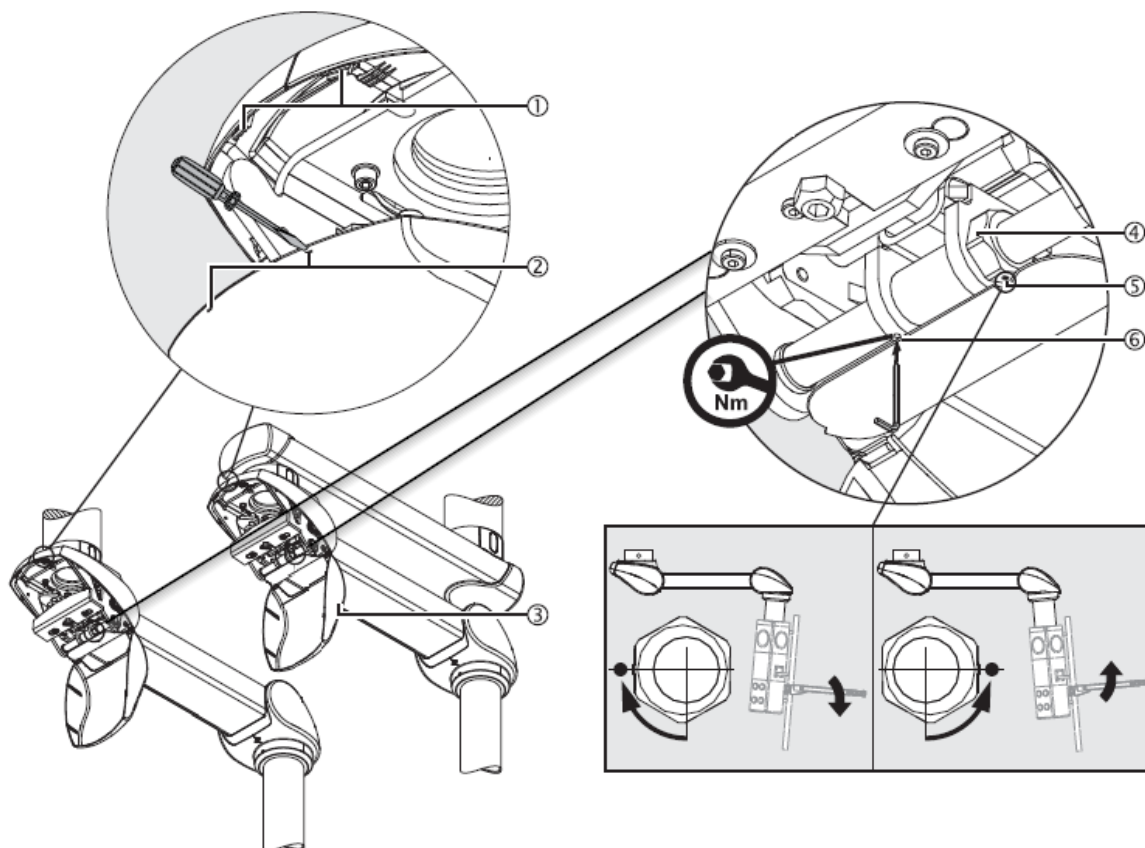

Fig.15 Correction de l'alignement vertical de la tête de service ou du support du moniteur CEMOR
- Acheminez la tête d'entretien sans exercer de tension sur les tuyaux d'alimentation ①.
- Insérez les 4 vis à tête cylindrique M8 ① dans les 4 encoches prévues dans la partie supérieure de la tête de service, comme indiqué dans la figure 15.
- Pour chaque vis à tête cylindrique M8 ①, placer 1 rondelle de blocage S10 ② (comme illustré à la figure 15) de manière à ce que la rondelle plate soit placée entre le joint supérieur de la tête de service (à l'intérieur) et l'écrou hexagonal correspondant ③.